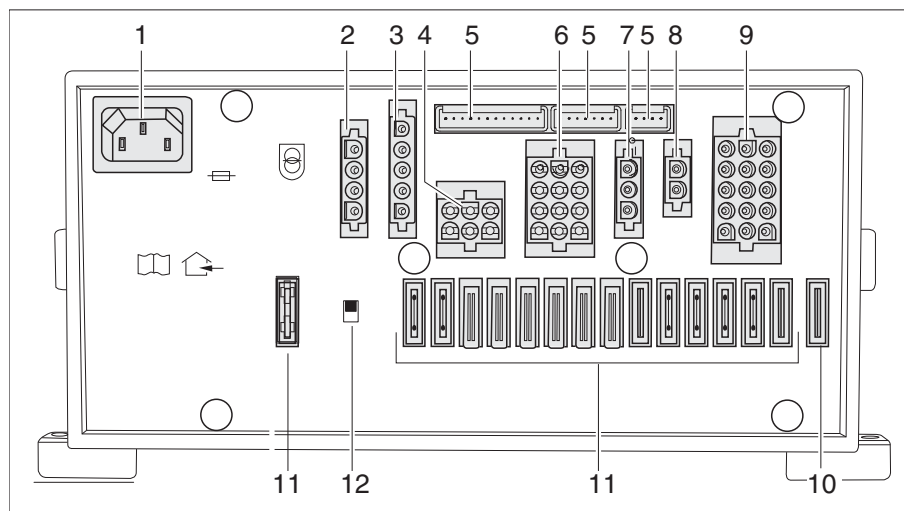

Fig. 220 Bloc électrique (EBL 111)
- ▷ L'interrupteur-séparateur de batterie (Fig. 220,12) coupe du réseau 12 V tous les consommateurs raccordés au bloc électrique.